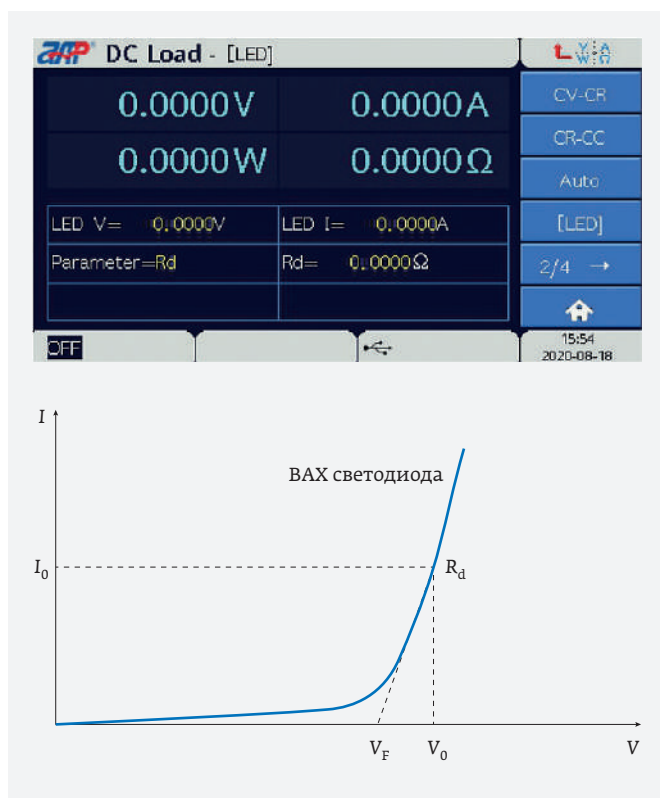

Рис. 19. Режим тестирования светодиодов
**Режим тестирования светодиодов (LED mode).** Данный режим позволяет смоделировать параметры светодиода и применяется для проведения тестирования светодиодных источников питания на соответствие установленным требованиям (рис. 19).